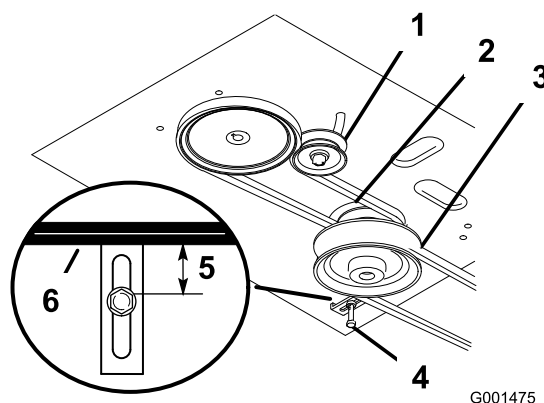

Figure 41
4. Enlevez la courroie du tablier de coupe (Figure 41).
fente et déposez la courroie de transmission du moteur et des poulies d'entraînement (Figure 41).
6. Installez la courroie d'entraînement neuve sur les poulies de moteur et d'entraînement (Figure 41).
7. Insérez la poulie de tension dans le bâti du moteur pour tendre la courroie de transmission (Figure 41).
8. Installez la courroie du tablier de coupe (Figure 41).
9. Vérifiez le bon réglage du guide-courroie sous le bâti du moteur (Figure 41).
13. Vérifiez le bon réglage du guide-courroie sous le bâti du moteur (Figure 41).